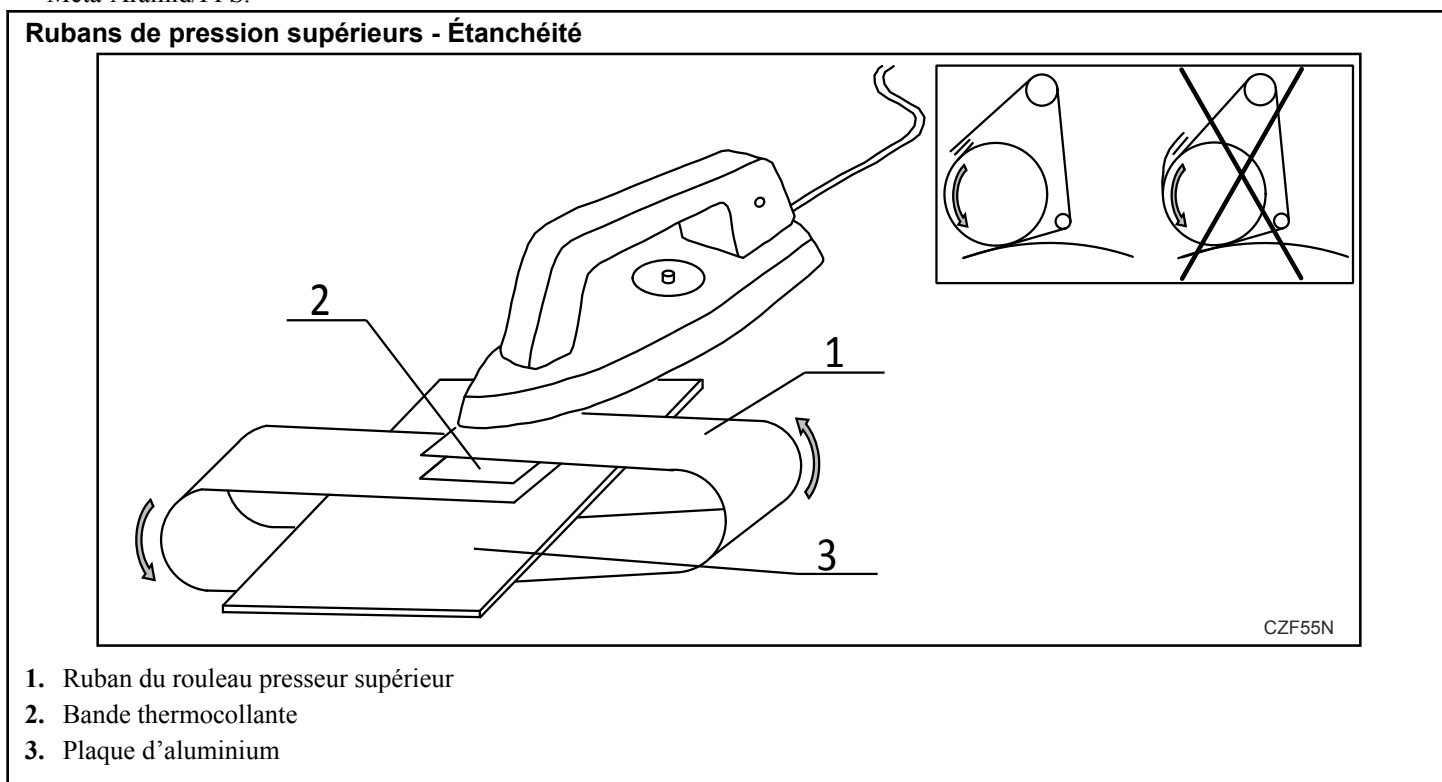

Figure 44
- Il est nécessaire de vérifier l'état des rubans aux intervalles prescrits au chapitre *Nettoyage de la machine - Intervalles d'inspection*. Les rubans manquants doivent être remplacés. En certains cas d'urgence, il est possible de raccorder les nouveaux rubans à l'aide de nœuds, mais étant donné que ceux-ci peuvent laisser une trace sur le revêtement du rouleau presseur supérieur et par conséquent sur le linge repassé, le fabricant recommande de coller ensemble les rubans (voir *Figure 44*).